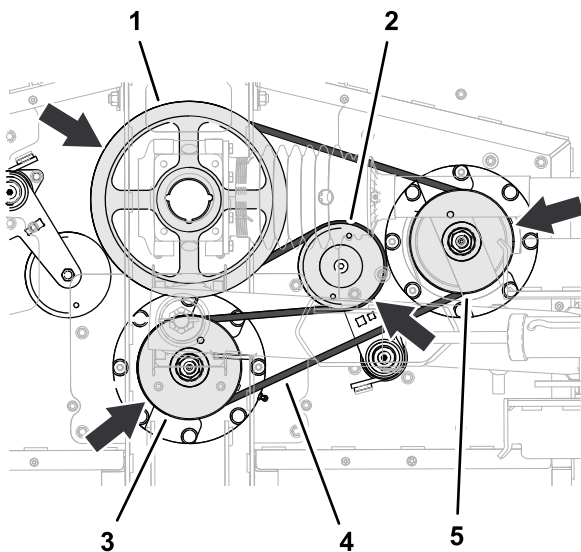

Рисунок 62
1. Проложите длинный ремень вокруг ведущего шкива, верхней канавки шкива среднего шпинделя и шкива правого шпинделя (Рисунок 62).
- С помощью монтировки или аналогичного инструмента поверните натяжитель ремня против часовой стрелки и наденьте ремень поверх шкива натяжителя (Рисунок 62).